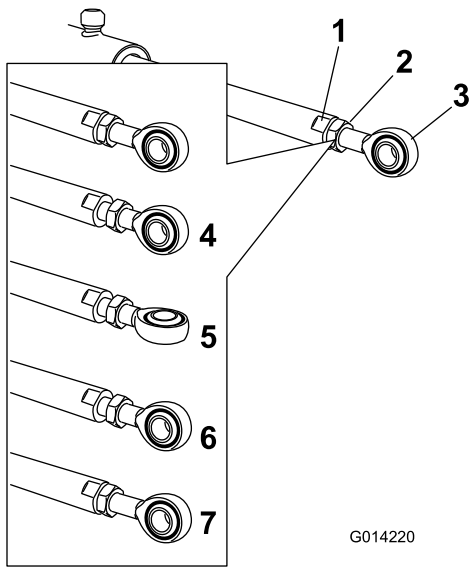

图59
5. 在提升器杆的平整侧用扳手进行固定，然后松开锁紧螺母，使孔眼杆可以调整（图59）。
6. 转动提升器杆上的孔眼杆，将延伸的提升器缩短或延长至所需的位置（图59）。